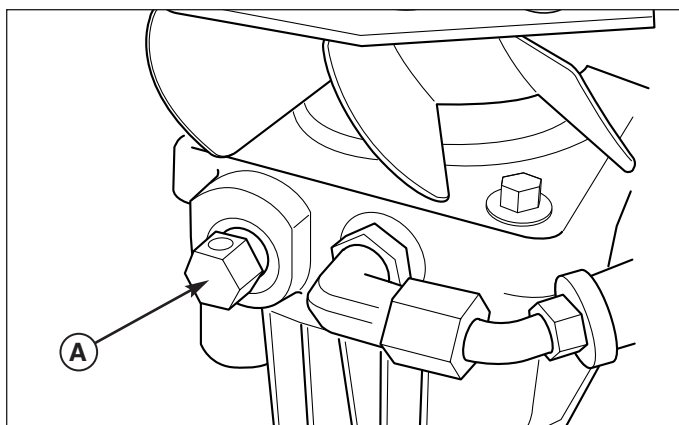

Figura 2. Desvío del sistema hidráulico
3. Para desconectar las bombas (posición de llanta liberada), gire las válvulas de seguridad del hidráulico (A, Figura 2) que se encuentran en las bombas A LA IZQUIERDA un máximo de dos (2) vueltas completas.